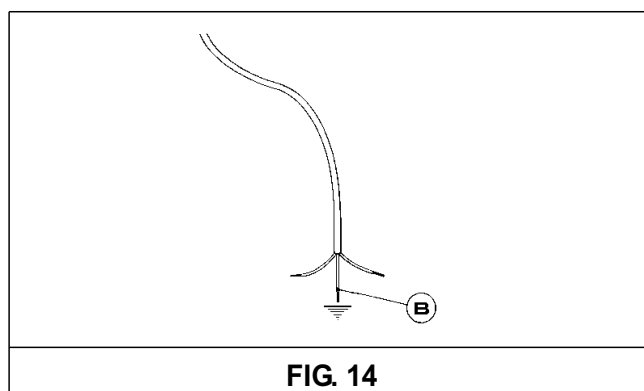

FIG. 14
En caso de sustitución del cable de alimentación, el instalador deberá tener el conductor de tierra más largo (B) respecto a los conductores de fase (ver fig. 14) y, además, deberá respetar las advertencias indicadas en el párrafo 9.